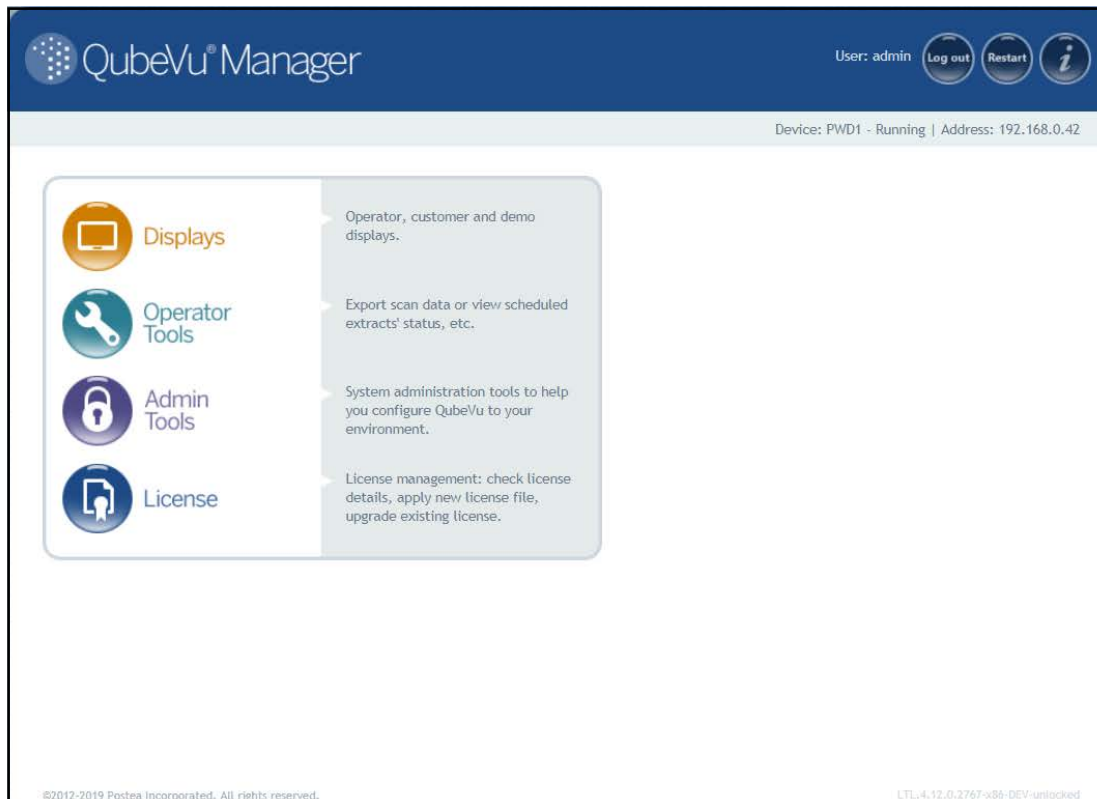

Figura 2-1. Página de inicio de QubeVu Manager
1. Pulse  en el menú **QubeVu Manager** (Figura 2-1 en la página 9) para entrar en el menú **Admin Tools** (Herramientas de administración).
1. Pulse  **Admin Tools** en el menú **QubeVu Manager** (Figura 2-1 en la página 9) para entrar en el menú **Admin Tools** (Herramientas de administración).